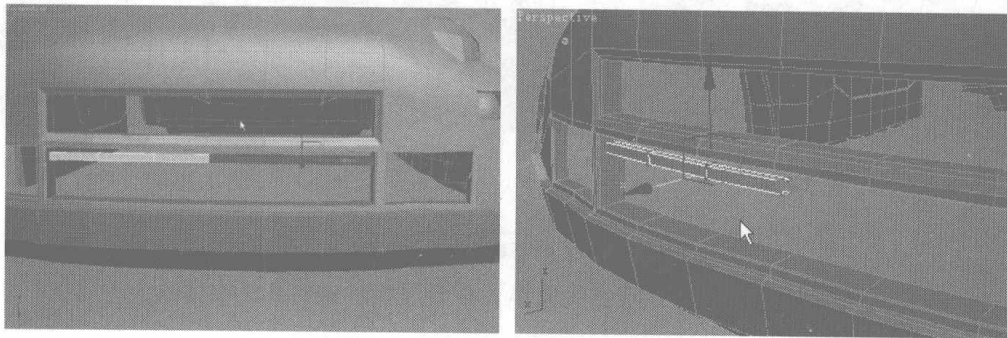

图 7.182
- 02** 选择 Box 物体半边的面，按 Delete 键删除，然后调整节点的位置，如图 7.182 所示。退出子物体层级，按住 Shift 键，沿着 Z 轴向下移动复制，在弹出的对话框中将 **Number of Copies** 选项设置为 3，表示复制三个物体，单击 **OK** 按钮，如图 7.183 所示。